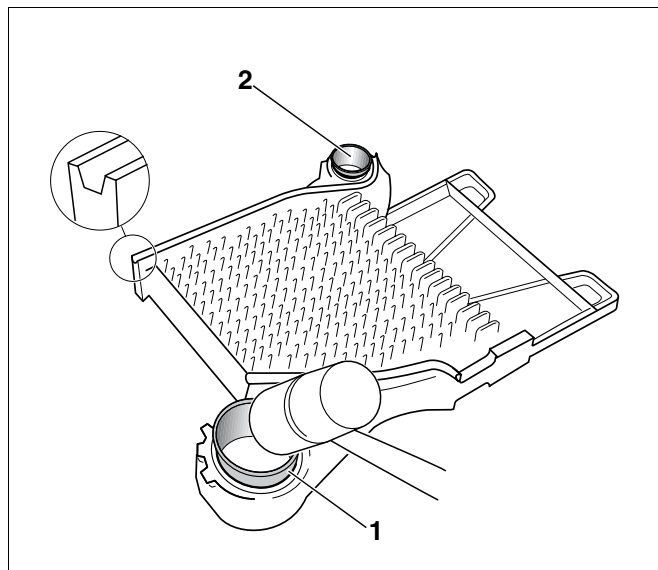

Fig. 8 Baterea niplurilor
- Niplurile (fig. 8, **poz. 1** și **2**) se introduc drept în butucurile elementului final al cazanului și se bat cu lovituri puternice de ciocan.
- Lăsați niplurile superioare (fig. 8, **poz. 1**) și niplurile inferioare (fig. 8, **poz. 2**) să iasă afară cca. 30 mm., după ce au fost bătute.
- Se înlătură eventualele bavuri care apar la niplare (fig. 8, **poz. 1** și **2**).